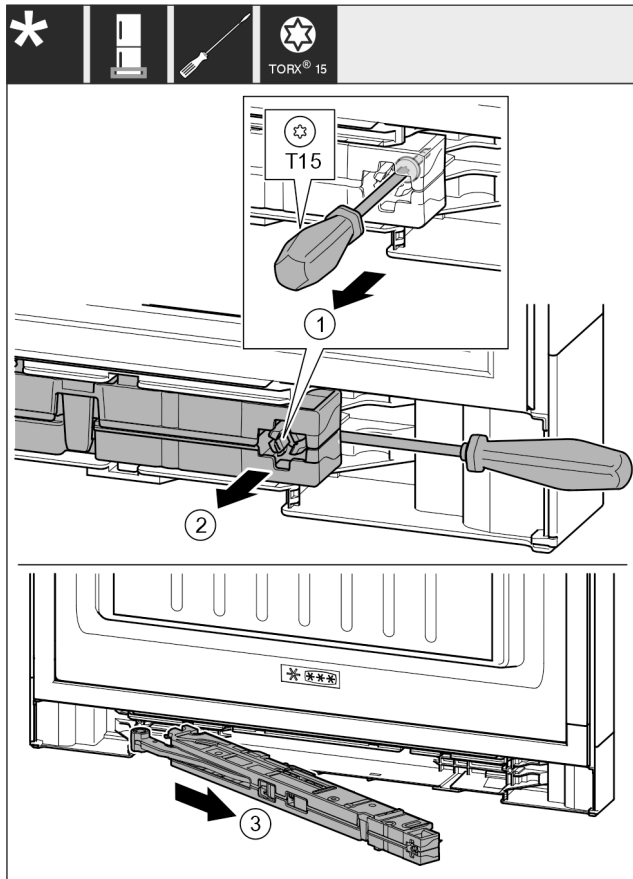

Fig. 20
- ▶ 用螺丝刀将关门阻尼单元上的螺钉 Fig. 20 (1) 松开 14 mm。
- ▶ 用螺丝刀在手柄侧向前推动关门阻尼单元 Fig. 20 (2)。
- ▶ 拉出关门阻尼单元 Fig. 20 (3)。